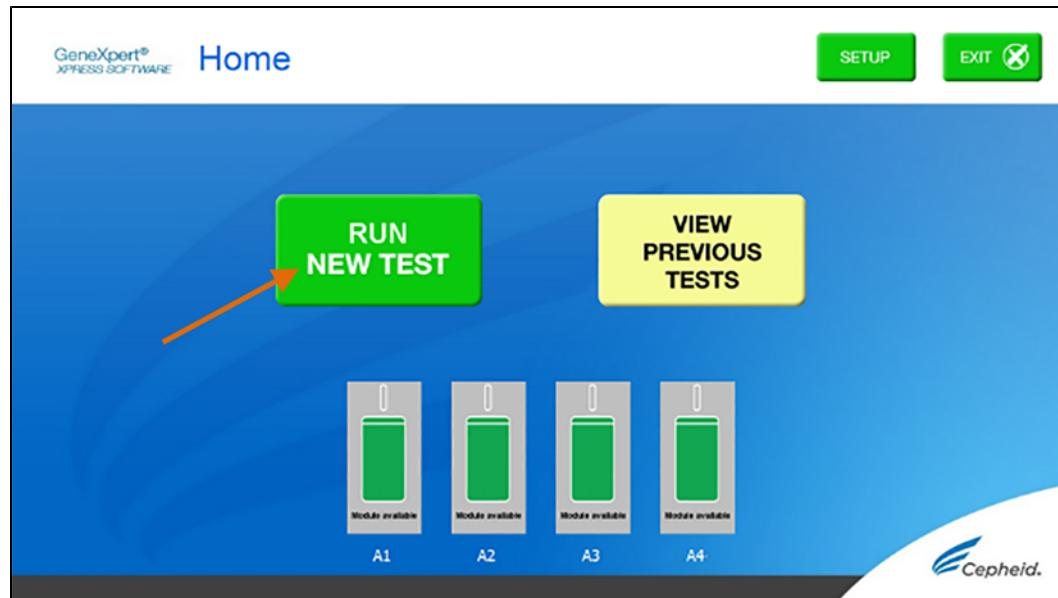

Figure 8. Bouton **RÉALISER UN NOUVEAU TEST (RUN NEW TEST)** sur l'écran d'accueil (écran du GeneXpert Xpress IV illustré)
1. Mettez une nouvelle paire de gants si vous effectuez un nouveau test. Appuyez sur le bouton **RÉALISER UN NOUVEAU TEST (RUN NEW TEST)** sur l'écran **Accueil (Home)** (voir la Figure 8) pour tester un échantillon de patient ou un contrôle externe.